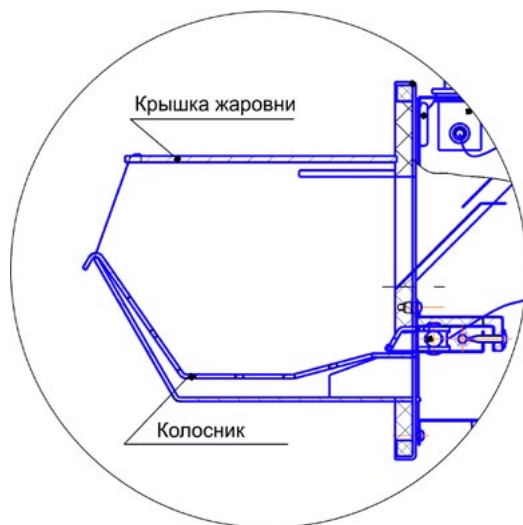

Рис. 23
3. Плоскогубцами или с помощью штатного съёмника на скребке снимите крышку жаровни (Рис.23).